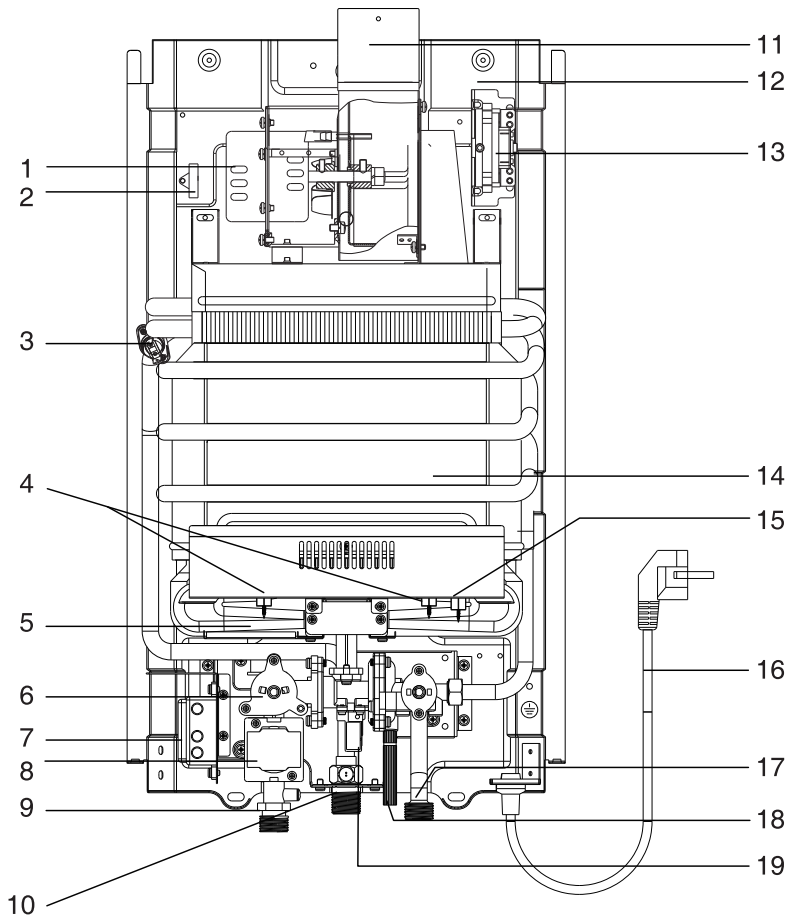

Рис. 3
- откройте сливную заглушку (18 на схеме устройства, рис. 3), для того, чтобы из водонагревателя вылилась вся вода;